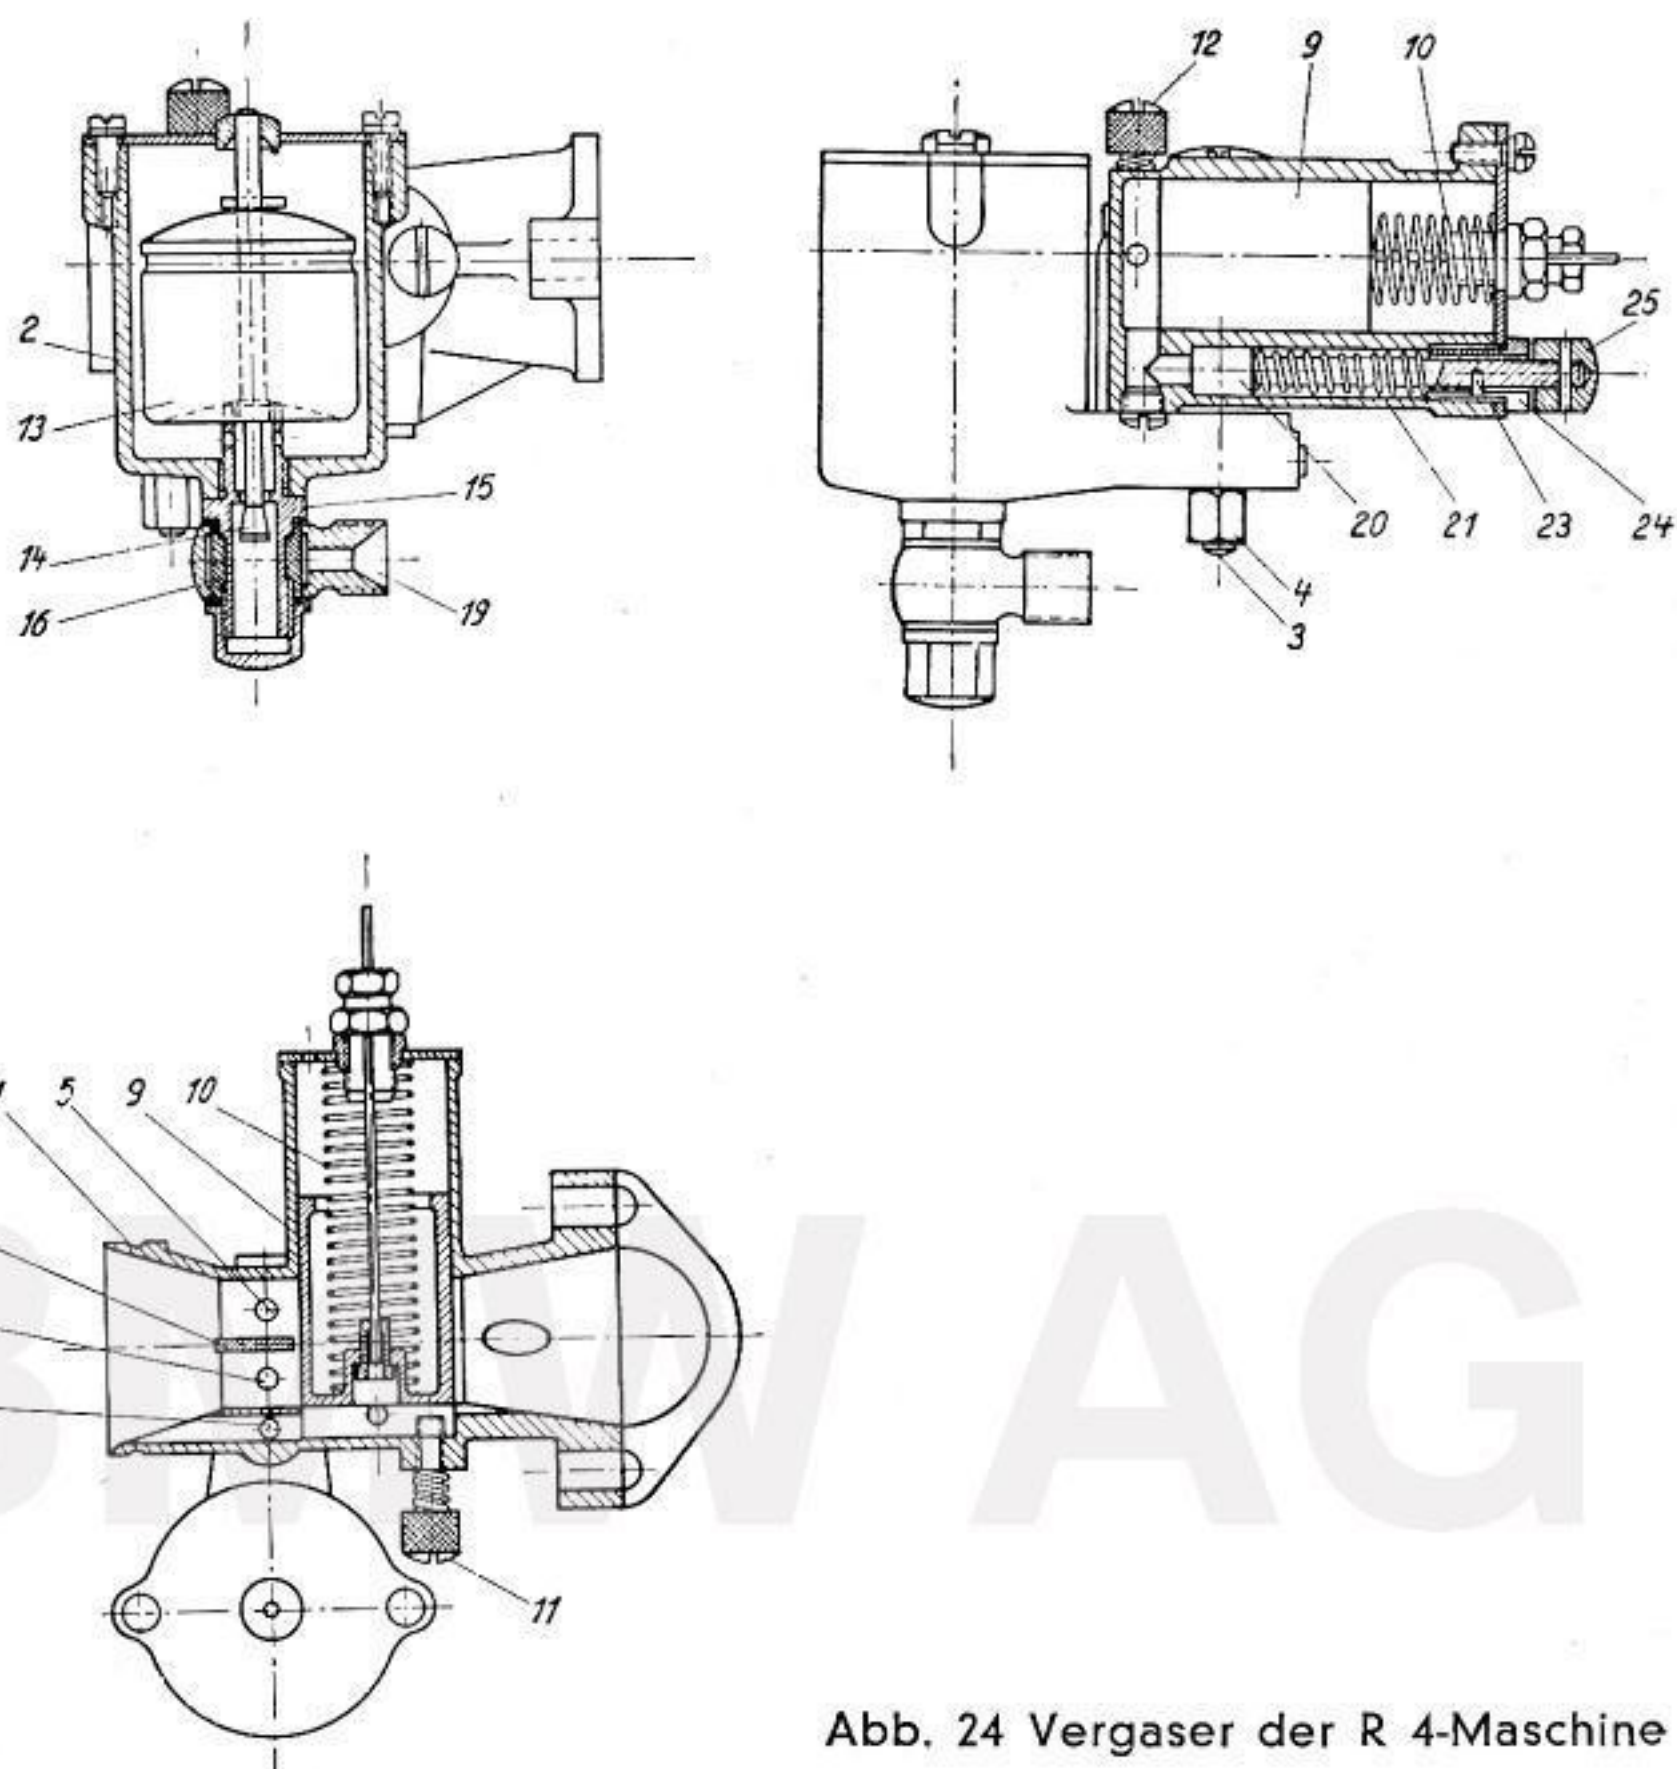

Abb. 24 Vergaser der R 4-Maschine
Beim Schwimmergehäuse der **R 4-Maschine** schraubt man die Mutter **17** (Abb. 24) ab und reinigt das in dem Leitungsanschlußstück **19** befindliche Sieb mit Kraftstoff. Nach Abnehmen des Schwimmergehäusedeckels und Herausziehen des Splintes aus der Schwimbernadel kann auch hier letztere nach unten und der Schwimmer nach oben herausgenommen und gereinigt werden.
**b) Vergaser der R 4-Maschine.** Es wird ein Sum-Register-Vergaser mit drei Kraftstoffdüsen verwendet, dessen Bedienung mittels Bowdenzuges vom rechten Drehgriff aus erfolgt. Die drei Kraftstoffdüsen sind so zueinander abgestimmt, daß selbst bei Kraftstoffwechsel kein Düsenwechsel vorgenommen werden muß. Abb. 24.